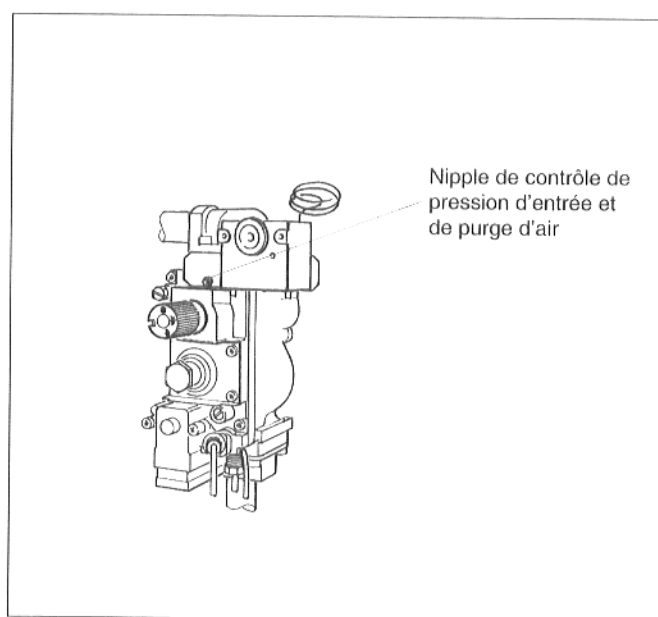

Fig. 20
- Purger l'air de la conduite de gaz : dévisser la vis de fermeture du nippel de contrôle de la pression d'entrée et de purge d'air du bloc gaz du brûleur (fig. 20). Quand tout l'air est sorti, revisser la vis de fermeture du nippel de contrôle.